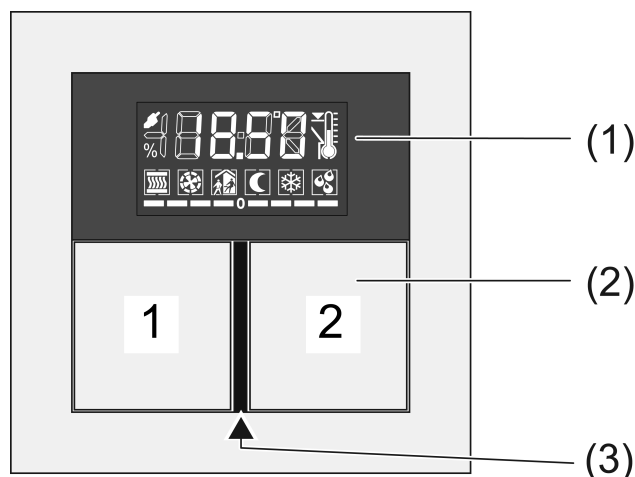

Imagen 1
- Abrir: accionar al mismo tiempo las teclas **1** y **2** (Imagen 1).